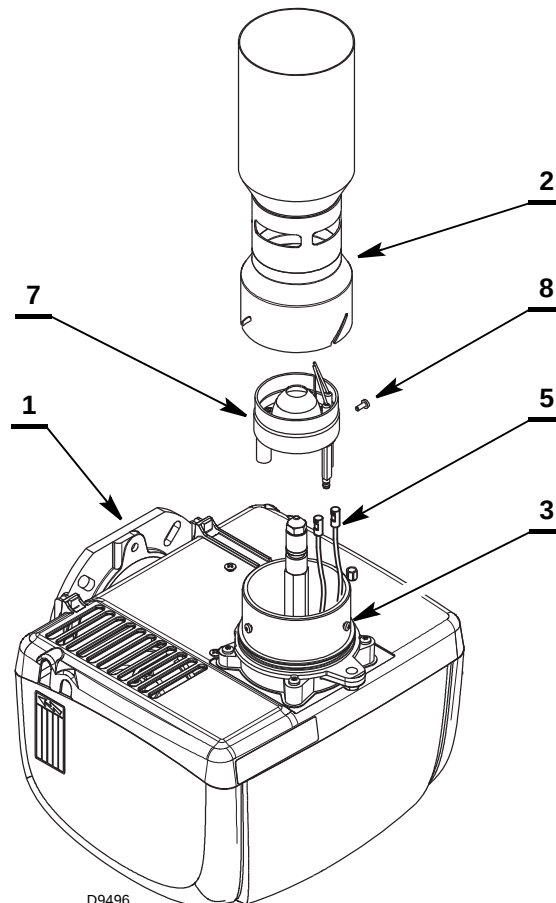

Fig. 29
- enganchar el quemador a la brida 1) (Fig. 29), desenroscar los tornillos 3) y extraer el tubo llama 2);